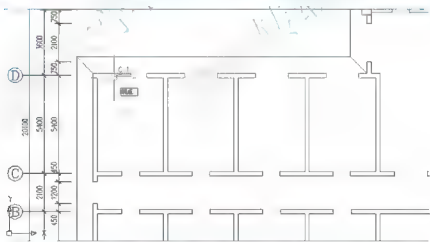

图 3.87 确定图块的插入点
- (1) 在命令行输入“MININSERT”后按Enter键,启动【多重插入】命令。
- ① 在输入块名或[?]:提示下,输入“窗”后按Enter键。
- ② 在指定插入点或[基点(B)/比例(S)/X/Y/Z/旋转(R)/预览比例(PS)/PX/PY/PZ/预览旋转(PR)]:提示下,单击如图3.87所示的位置以确定插入点。